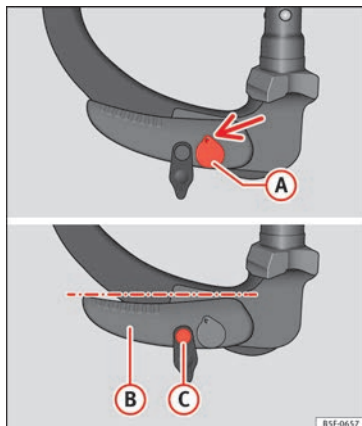

Bild 225 Inkopplingsklart läge: Spakens och utlösningsskruvens lägen.
- Nyckeln ① » bild 225 är i upplåst läge (delen med hål uppåt).
- Spaken ② » bild 225 är i lägsta läget.
- Utlösningsskruven ③ » bild 225 kan röras.